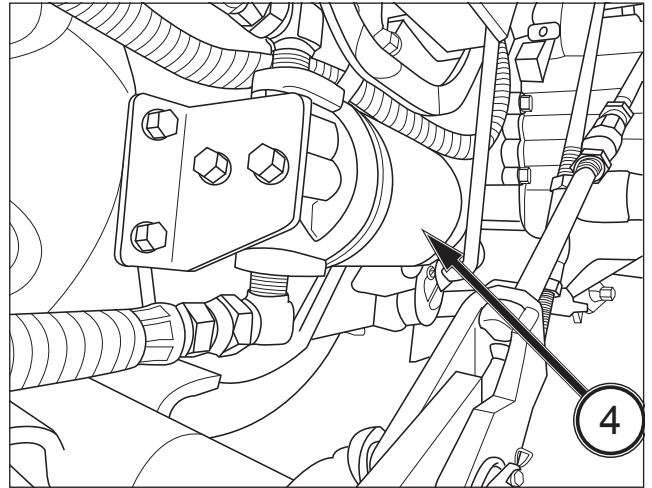

FIG. 111
FIG. 111 : pour nettoyer le filtre à huile de transmission - Remplacez toujours le filtre à huile de transmission lorsque toute l'huile a été vidangée. Dévissez avec précaution le filtre à huile (4) de sa transmission. Utilisez une clé à sangle. Nettoyez l'adaptateur de filtre et lubrifiez le joint torique sur l'adaptateur de filtre de rechange avec de l'huile de transmission propre. Vissez le nouveau filtre jusqu'à ce que le joint torique touche la transmission, puis serrez encore de 2/3 de tour, manuellement. N'utilisez pas de clé à sangle pour installer le filtre. (Couple de serrage : 20,0 - 25,0 N · m)